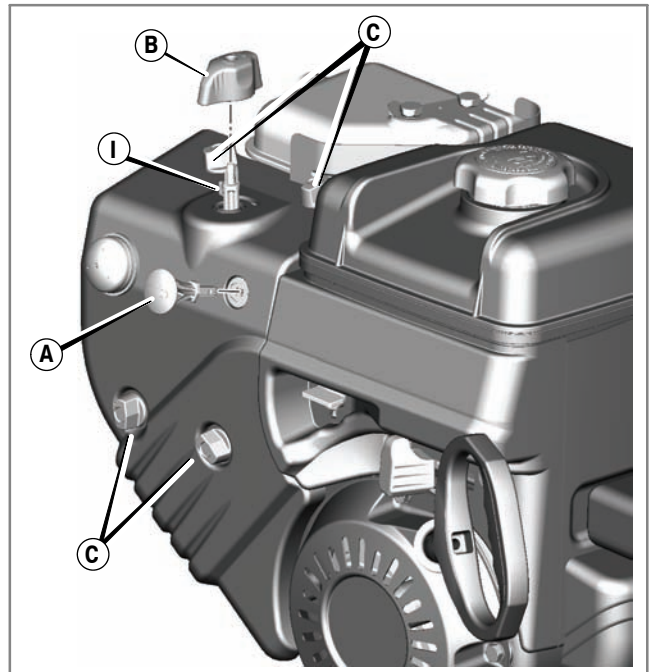
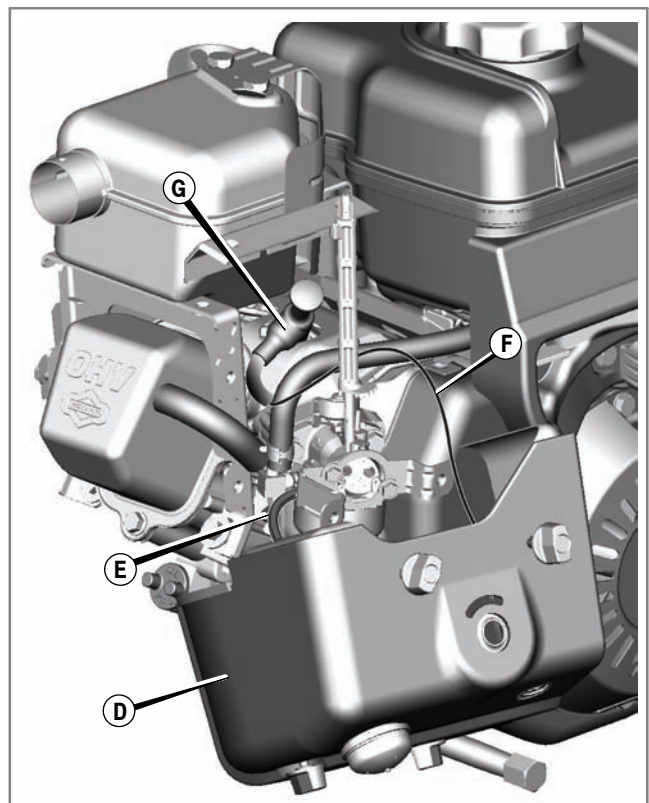

Abb. 14
Abb. 15
1. Den Sicherheitsschlüssel (A) herausziehen. Den Sicherheitsschlüssel für Kinder unzugänglich aufbewahren. Siehe Abb. 14.
2. Den Chokeknopf (B) fassen und nach oben abziehen.
3. Die Befestigungsschrauben (C) entfernen.
4. Vorsichtig die Schneeschleuderhaube (D) abnehmen. Nicht den Primer-Schlauch (E) oder das Stoppschalterkabel (F) lösen (Abb. 15).
5. Die Zündkerze (G) ist jetzt erreichbar.
7. Die Schneeschleuderhaube am Motor anbringen und mit den Befestigungsschrauben sichern (Abb. 14).
8. Den Chokeknopf an der Chokewelle (I) anbringen.